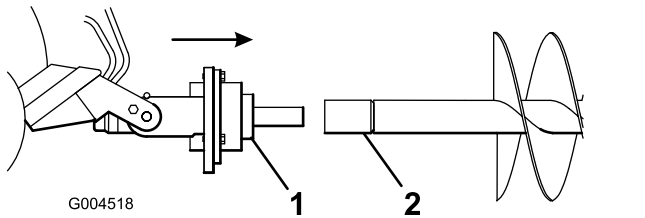

Figure 7
- Manœuvrez l'arbre d'entraînement dans l'extrémité de la tarière ou de la rallonge (le cas échéant), comme montré à la Figure 7.